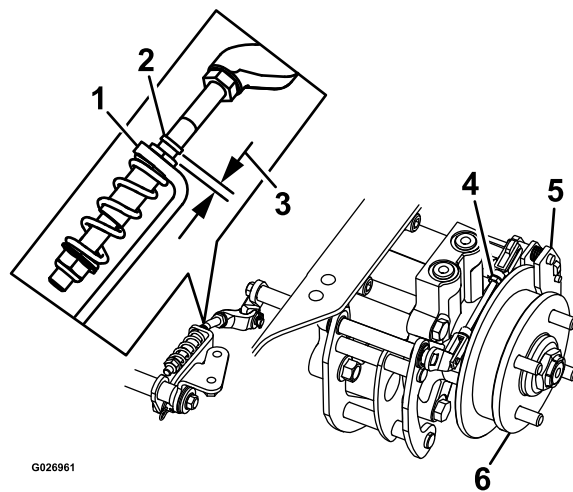

Figure 72
8. Vérifiez si un espace est visible entre le support en L et la butée de tringlerie (Figure 72).